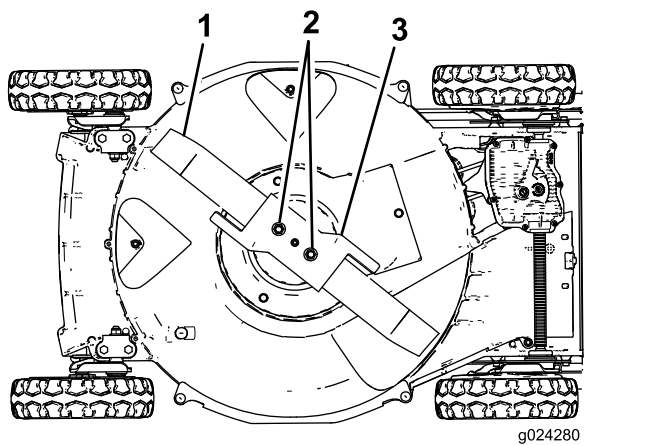

Figura 29
5. Înclinai maina pe partea **dreaptă** (filtrul de aer orientat în sus), aa cum este ilustrat în Figura 29.